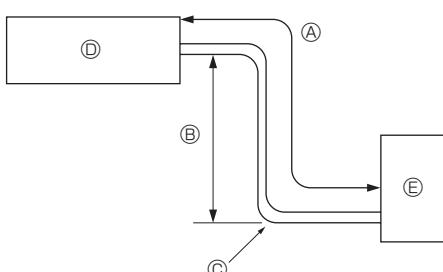

Fig. 2-1
① Σύνδεσμος σωλήνα.....x1
2.1. Σωλήνες ψυκτικού (Fig. 2-1)